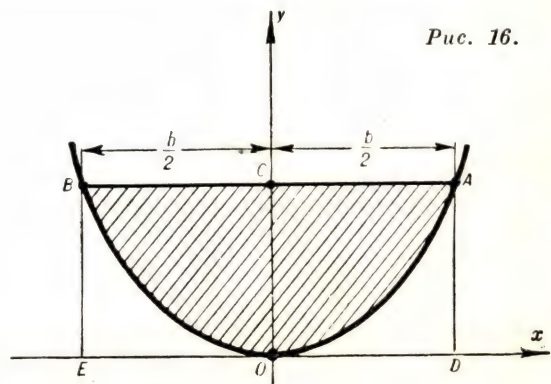

Рис. 16.
Но с помощью интегрального исчисления можно найти и такие площади и объемы, которые не изучаются в школе. Найдем, например, площадь параболического сегмента $AOBA$, у которого хорда AB равна b , а стрелка OC равна h (рис. 16). Уравнение параболы имеет вид $y = ax^2$. В точке с абсциссой $x = \frac{b}{2}$ ордината AD должна равняться длине стрелки h . Поэтому $h = \frac{ab^2}{4}$. Но это значит, что $a = \frac{4h}{b^2}$. Итак, наш параболический сегмент ограничен снизу параболой, у которой в точке с абсциссой x ордината $y = \frac{4hx^2}{b^2}$. Мы легко можем теперь найти площадь кривого треугольника OAD . По формуле (2), она равна